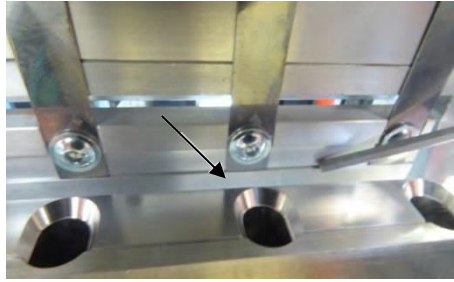

Fig. 33 : alignement avec l'arête inférieure
- Veillez à l'alignement des couteaux avec l'arête inférieure (fig. 33)